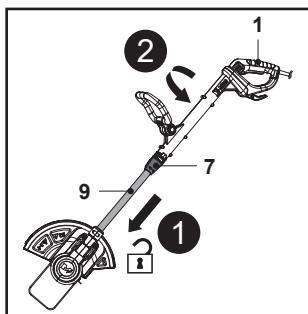

Fig. 7A
2. Faire glisser le bouton de déverrouillage (7) vers le bas et tourner la poignée principale (1) dans le sens inverse des aiguilles d'une montre tout en maintenant la perche inférieure (9) pour régler la tête de coupe-bordures (12) à un angle de 0° (Fig. 7A, B). Relâcher le bouton de déverrouillage (7) et continuer à tourner la poignée principale (1) jusqu'à ce qu'elle s'enclenche. S'assurer que le bouton de déverrouillage (7) s'enclenche.